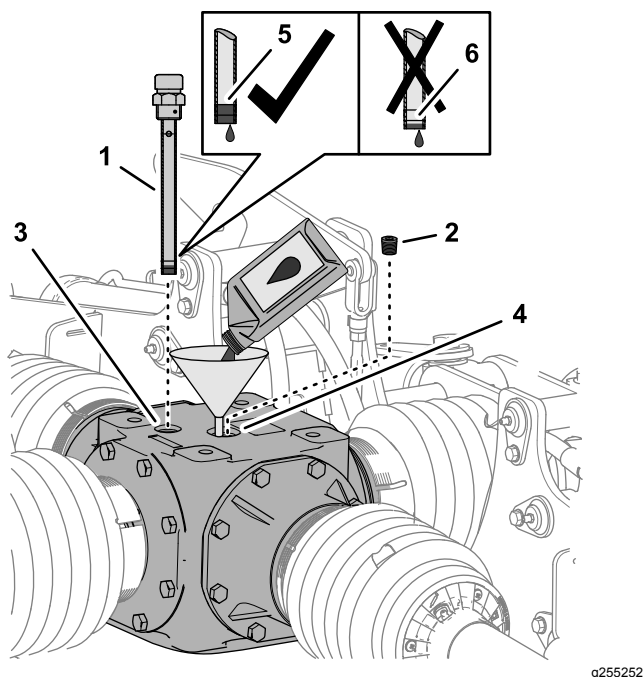

Рисунок 61
1. Извлеките масломерный щуп из отверстия в верхней части среднего редуктора и на чисто протрите щуп (Рисунок 61).
- Выверните пробку из заливного отверстия в верхней части редуктора (Рисунок 61).
- Долейте 2484 мл трансмиссионного масла указанного типа в редуктор через заливное отверстие (Рисунок 61).
- Заверните масломерный щуп в отверстие, выверните щуп и проверьте уровень масла по щупу (Рисунок 61).
- Заверните масломерный щуп в заливное отверстие и затяните его (Рисунок 61).
- Заверните пробку в заливное отверстие и затяните ее (Рисунок 61).